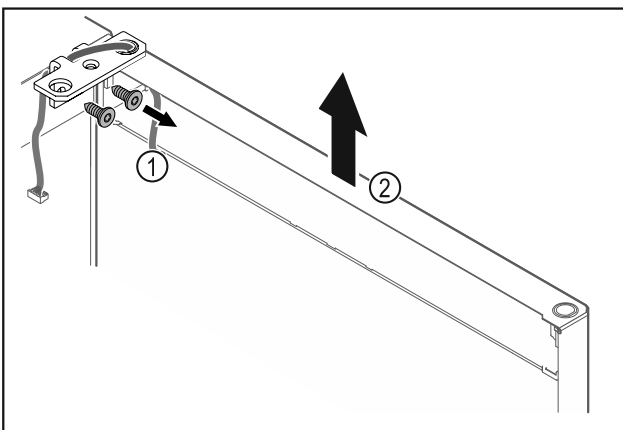

Fig. 18
- ▶ Irrota saranakulma Fig. 18 (1).
- ▶ Nosta ovea saranakulmineen Fig. 18 (2) noin 200 mm suoraan ylöspäin ja ota pois.